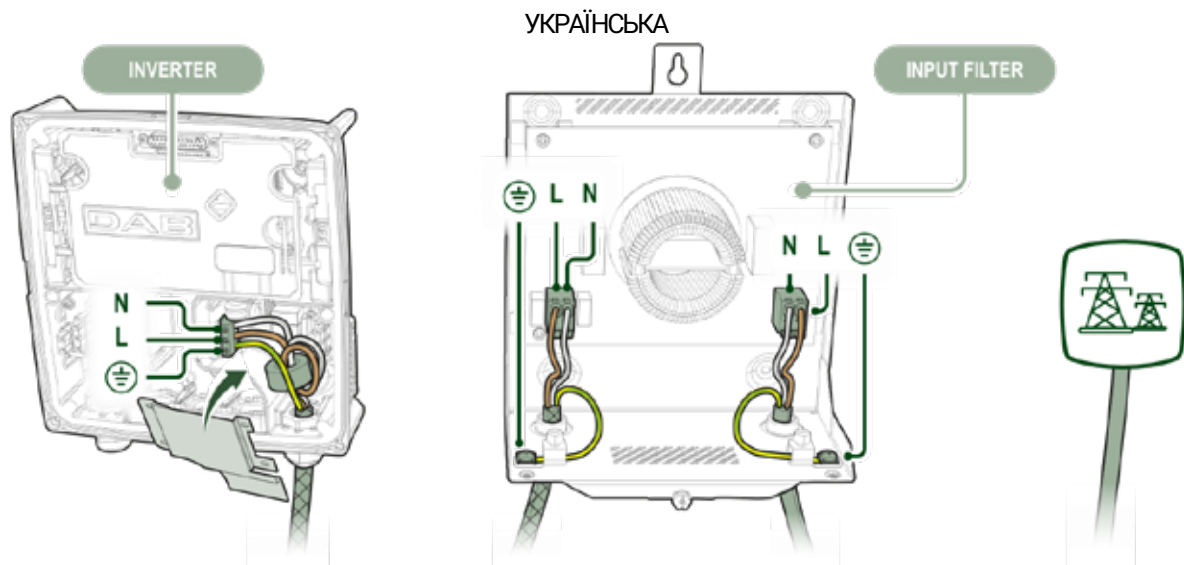

Рис. 10 Підключення вхідного фільтра
- Пропустіть кабель електроживлення через правий отвір у основі фільтра (див. Рис. 10), використовуючи відповідний кабельний ввод із КОМПЛЕКТУ В або КОМПЛЕКТУ С залежно від діаметра кабелю;
- Розділіть три провідники та підключіть їх до вхідних клем, позначених (L, N і $\perp$ для однофазного живлення). Див. Рис. 10. Для забезпечення повної та надійної установки кожного провідника повністю опустіть важіль клем до характерного клацання, а потім закрийте її після встановлення провідника;
- Пропустіть екранований кабель живлення (щільність екранування не менше 85 %) через лівий отвір у основі фільтра (див. Рис. 10), використовуючи кабельний ввод із КОМПЛЕКТУ А;
- Вставте екранований кабель (щільність екранування не менше 85 %) у кабельний ввод інвертора, призначений для входу живлення, і підключіть жили L – N – $\perp$ до відповідних клем інвертора. Див. Рис. 10.